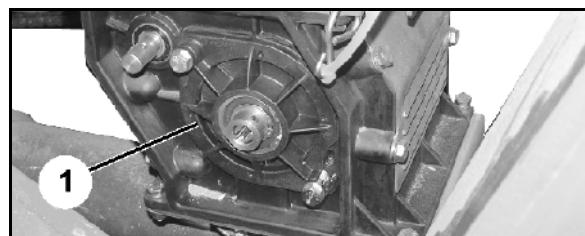

Рис. 107
- Закройте крышку корпуса (Рис. 107/1).